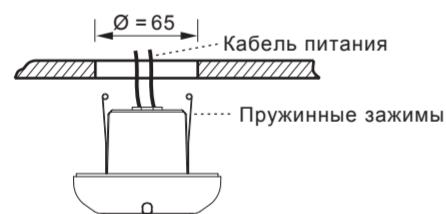

Рис. 12
4.4.2.4 Закройте два пружинных зажима датчика и вставьте датчик в просверленное отверстие на потолке (см. рис. 12).